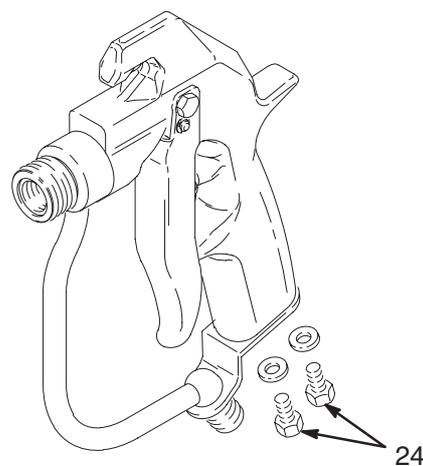

Fig. 9 04733
5. Retirer les vis (24). Voir Fig. 9.